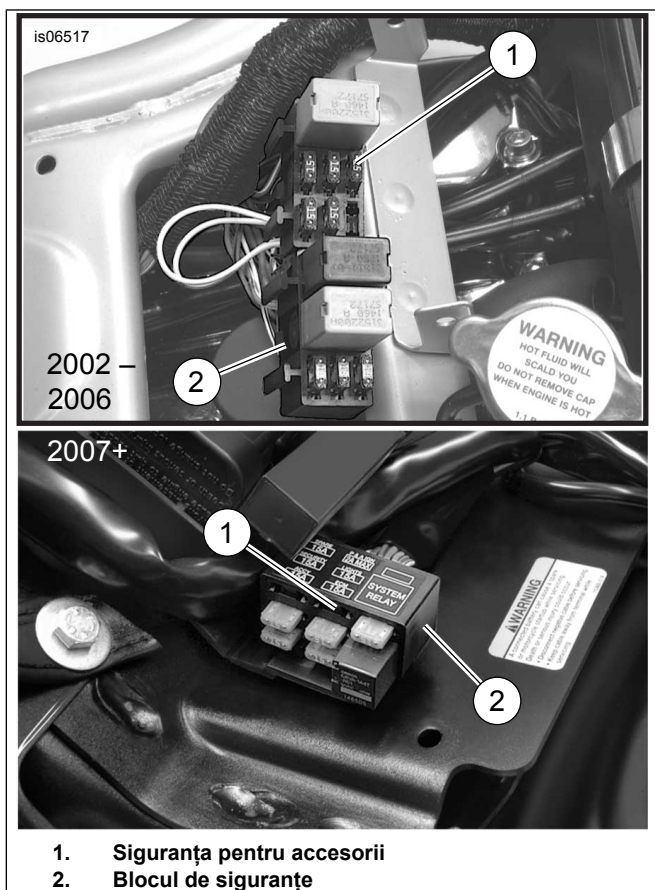

Figura 15. Locațiile siguranței pentru accesorii (modelele V-Rod)
1. Consultați Figura 15 . Deschideți cu atenție o parte din zona cablajului principal înfășurată lângă blocul de siguranțe (2) într-un punct accesibil și tăiați borna cablajului principal portocaliu/alb care duce la cavitatea siguranței (1) marcată: